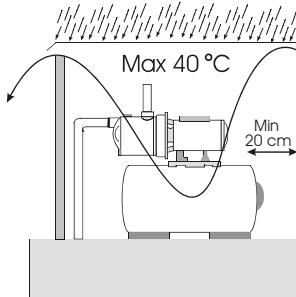

рис.2
9.2. В помещении (приямке), где находится насосная станция, нужно предусмотреть вентиляцию для уменьшения влажности и температуры воздуха (макс. темп. воздуха 40°C) (рис.2).
9.3. Расположите насосную станцию, соблюдая минимальные расстояния 20 см от стен для обеспечения доступа к насосной станции при ее обслуживании (рис.2).